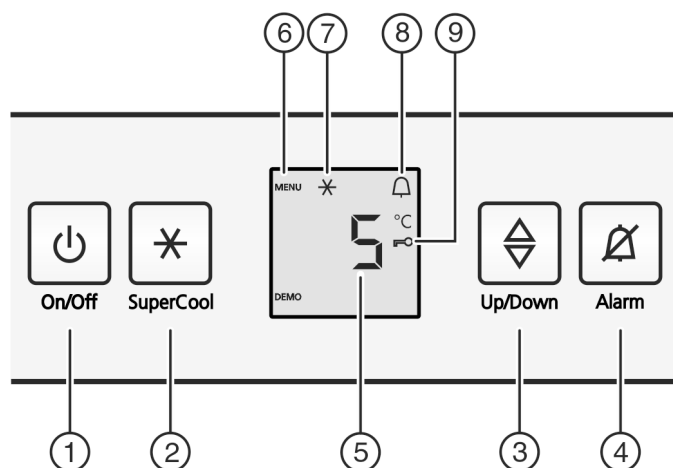

Fig. 2
- ▶ Aan/uit-toets *Fig. 2 (1)* indrukken.
- ▶ Toets SuperCool *Fig. 2 (2)* ca. 5 seconden indrukken.
- ▷ Op de display wordt het symbool Menu *Fig. 2 (6)* weergegeven.
- ▶ Met de toets SuperCool *Fig. 2 (2)* kort bevestigen.
- ▷ Het symbool Kinderbeveiliging *Fig. 2 (9)* op de display gaat branden.
- ▶ De toets On/Off *Fig. 2 (1)* kort indrukken.
- ▶ Toets Alarm *Fig. 2 (4)* indrukken.
- ▶ Temperatuurfunctie oproepen: Druk de insteltoets *Fig. 2 (3)* in.
- ▶ Temperatuur in 1 °C stappen wijzigen: Druk de insteltoets *Fig. 2 (3)* net zo vaak in, totdat de gewenste temperatuur op het temperatuursdisplay oplicht.
- ▶ Toets SuperCool Fig. 2 (2) kort indrukken.
- ▷ Het symbool SuperCool Fig. 2 (7) brandt op het display.
- ▷ Het symbool SuperCool Fig. 2 (7) in de display gaat uit.